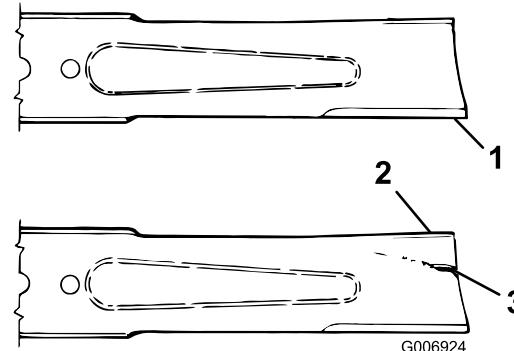

Figure 102
3. Examinez attentivement les tranchants de la lame, particulièrement au point de rencontre de la partie plane et de l'ailette (Figure 102).
4. Remplacez la lame si elle est usée (Figure 102) ; voir Entretien du plan de la lame \(page 70\).
Si la lame est trop usée, une entaille se forme entre l'ailette et la partie plane (Figure 102). La lame peut alors se briser et un morceau être projeté du dessous de la machine, vous blessant gravement ou une personne à proximité.